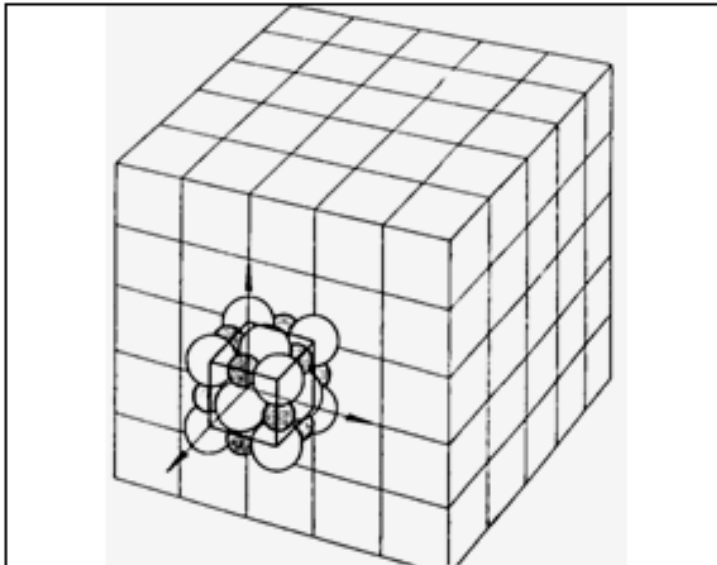

FIG. 6 Représentation de la maille cubique du cristal de NaCl et de son réseau
- ❑ Deux concepts fondamentaux sont à la base de la description de la structure cristalline: le réseau et le motif (Fig.6).